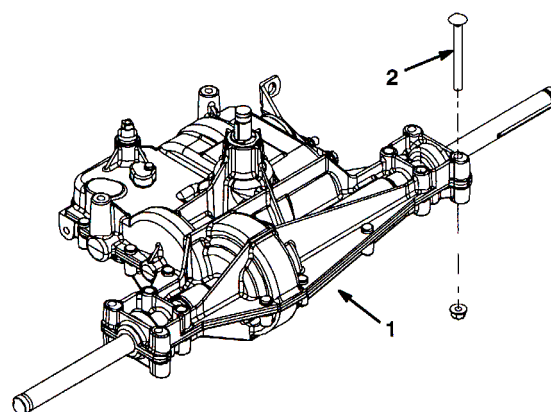

図1
3. トランス・アクスルの各端部をフレームに固定しているキャリッジ・ボルト2本を外す (図1)。